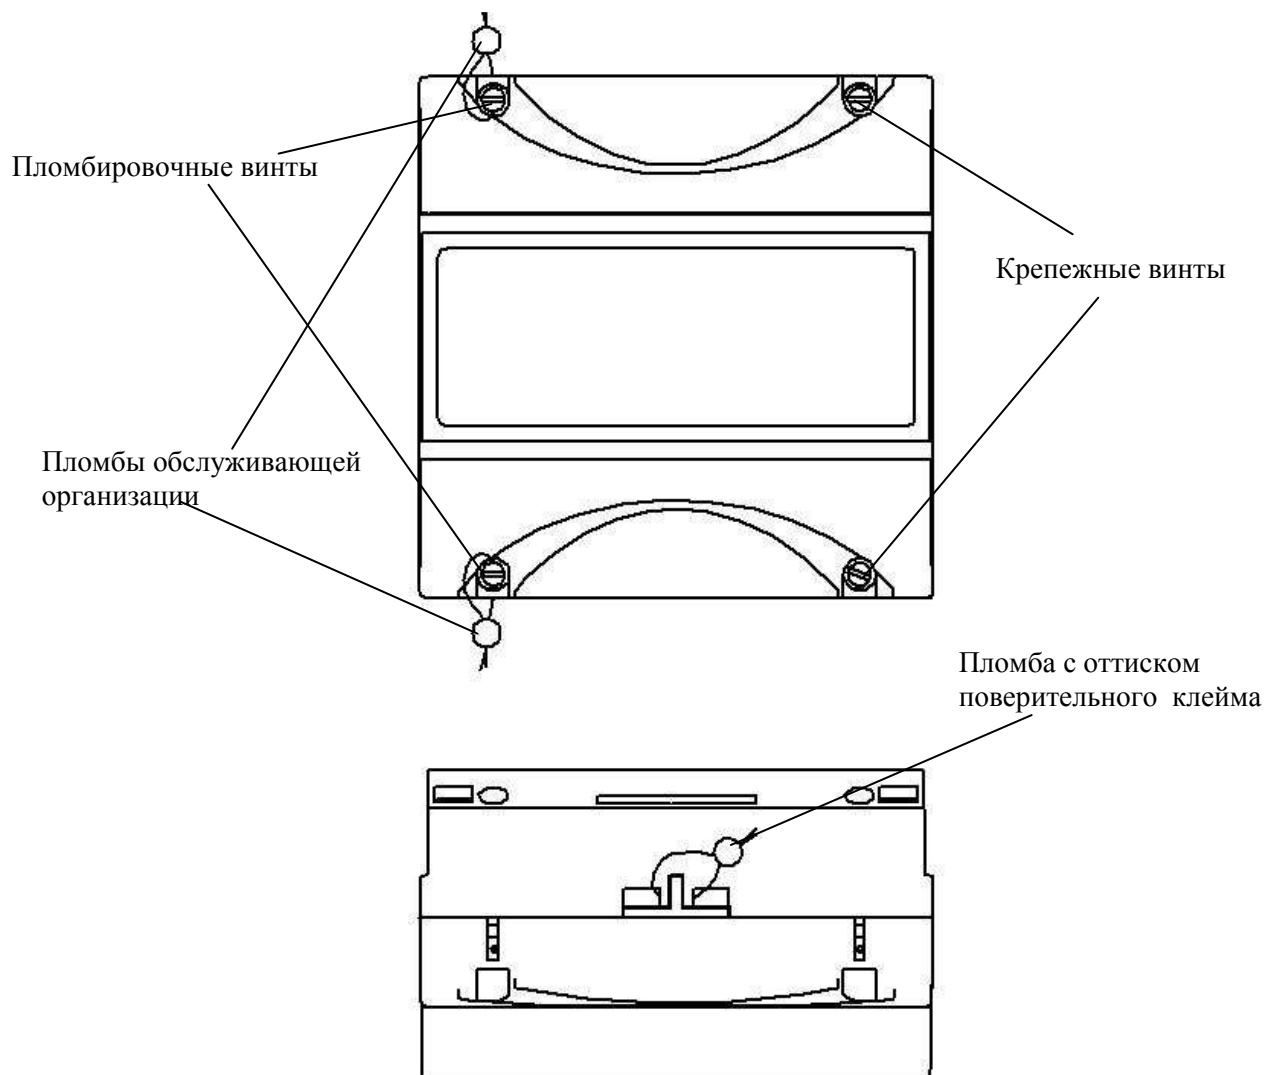

Рисунок 1 – Пломбирование счетчика
5.2 Убедитесь в отсутствии видимых повреждений корпуса и защитных крышек контактных колодок, наличии и сохранности пломб (п.10.3 рисунок 1).
5.5 Зафиксируйте крышки винтами (два пломбировочных и два крепежных винта поставляются в пакете вместе со счетчиком) и опломбируйте (п.10.3 рисунок 1).